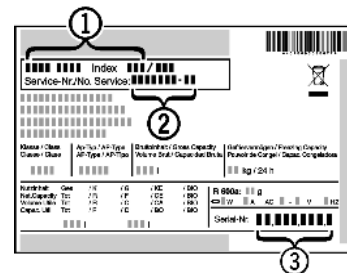

Fig. 19
- ▶ Leggere la denominazione dell'apparecchio Fig. 19 (1), il n° assistenza Fig. 19 (2) e il n° di serie Fig. 19 (3) sulla targhetta identificativa. La targhetta identificativa è situata all'interno dell'apparecchio, sul lato sinistro.
- ▶ Informare il servizio di assistenza e comunicare il difetto, la denominazione dell'apparecchio Fig. 19 (1), il n° assistenza Fig. 19 (2) e il n° di serie Fig. 19 (3).